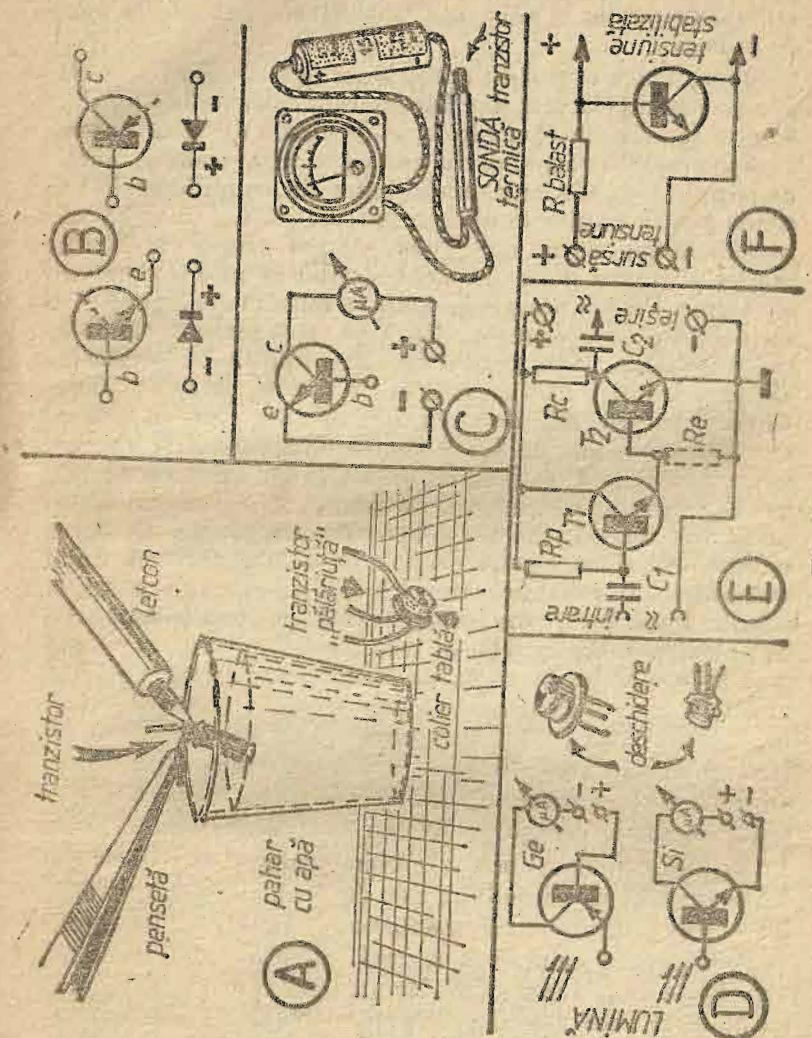

Fig. 94
*Colector sau emitor „arse“.* În aceste cazuri „banale“ de sfîrșitul trist al unui tranzistor, joncțiunea care mai rămîne validă poate fi utilizată cu rezultate mulțumitoare fie ca diodă redresoare de mică putere, fie ca diodă detectoare, folosirea depinzînd de tipul tranzistorului defectat care este disponibil (fig. 94 B). Astfel, majoritatea tranzistoarelor de radiofrecvență cu germaniu pot fi utilizate ca diode detectoare de semnal radio. Tranzistoarele cu siliciu, deși funcționează la frecvențe mult mai mari, nu convin scopului, deoarece sunt blocate la tensiuni mici; în schimb pot servi ca redresoare sau diode de comutare. Tranzistoarele de audiofrecvență cu germaniu avînd capacitați mari între joncțiuni, nu convin detecției;